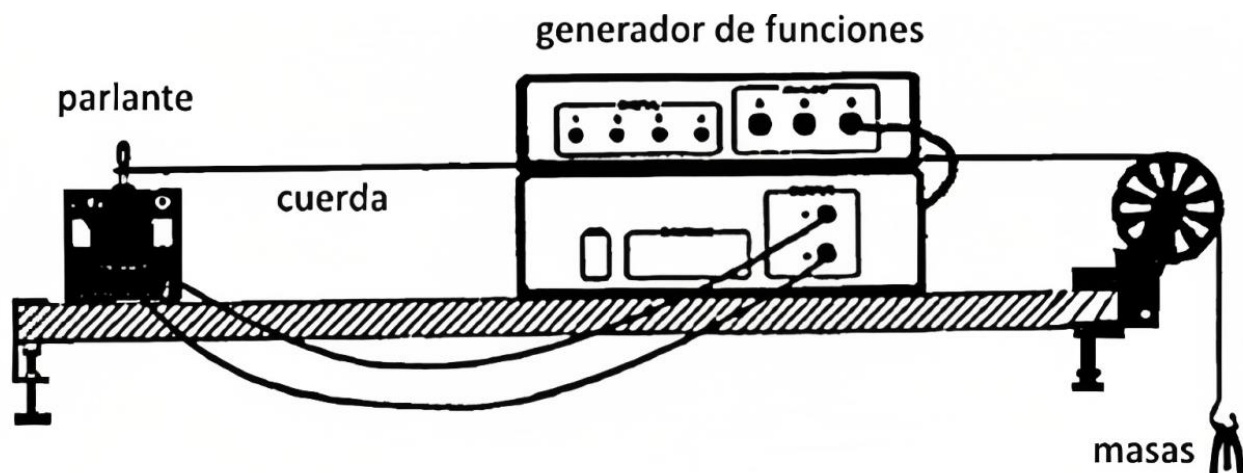

Figura 2: Montaje para las ondas transversales.
1. Las ondas son generadas en una cuerda excitada transversalmente por un parlante vibrando a frecuencia variable, como muestra la figura 2. La cuerda está unida por un extremo al centro del parlante, y en el otro extremo tiene un gancho para agregar masas, generando una tensión variable en el extremo libre.
5. Para distintos valores de la tensión T de la cuerda, encuentre las frecuencias f_n (T) correspondientes a los modos normales de vibración, caracterizados por el número n correspondiente.